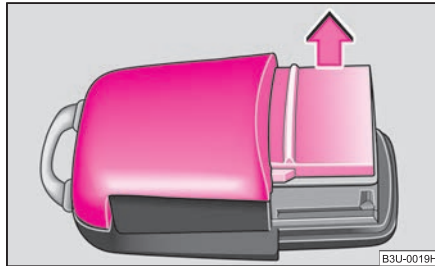

Fig. 20 Couverture du boîtier de l'émetteur
- Retirez le couvercle du boîtier de l'émetteur ⇒ fig. 20 dans le sens de la flèche.